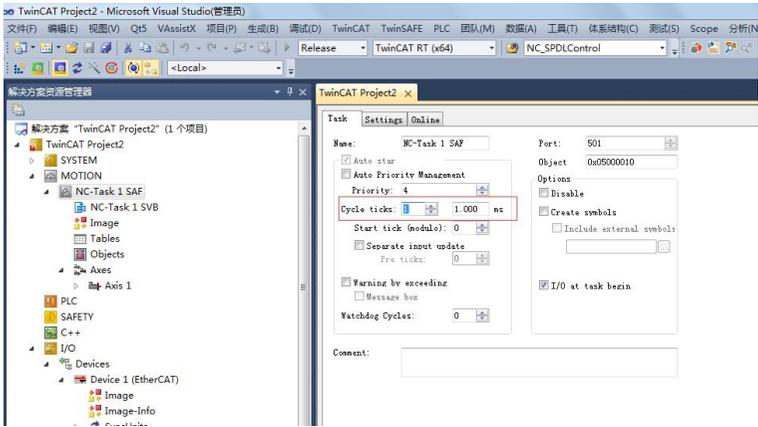
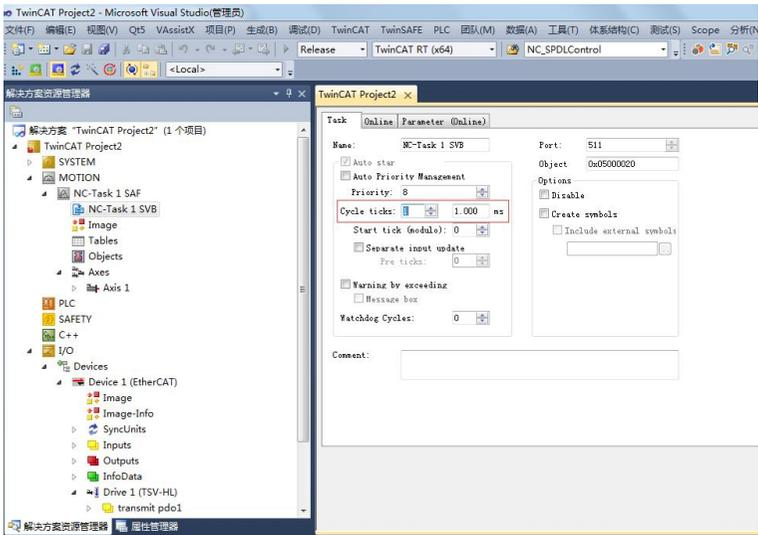

图 8
图 9
7、设置通讯控制周期，NC-task 1 SAF（图 8），NC-task 1 SVB（图 9），都是设置成 1ms。